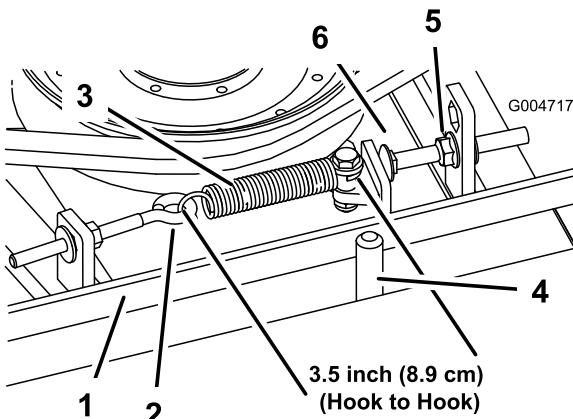

Bild 94
Bei richtiger Spannung sollte die Messung innen an der Verlängerungsfeder (Haken zu Haken) ungefähr $8,3 \text{ cm} \pm 9,5 \text{ cm}$ betragen. Wenn die Federspannung richtig ist, stellen Sie die Anschlagschraube (Schlossschraube) ein, bis der Abstand zwischen dem Schraubenkopf und dem Spannarm ungefähr 2-55 mm beträgt (Bild 94).
Hinweis: Achten Sie darauf, dass der Riemen auf der Federseite der Riemenführung positioniert ist (Bild 94).
2. Lösen Sie den Augenbolzen, um die Verlängerungsfeder abzunehmen (Bild 94).
3. Lösen Sie die Bundmutter, mit der die Anschlagschraube an der Befestigungsnase befestigt ist, und schieben Sie die Spannscheibe vom Riemen weg, um die Riemenspannung zu lösen (Bild 94).
9. Setzen Sie die Verlängerungsfeder (Bild 94) wieder in den Augenbolzen ein und spannen Sie den Riemen wie folgt: